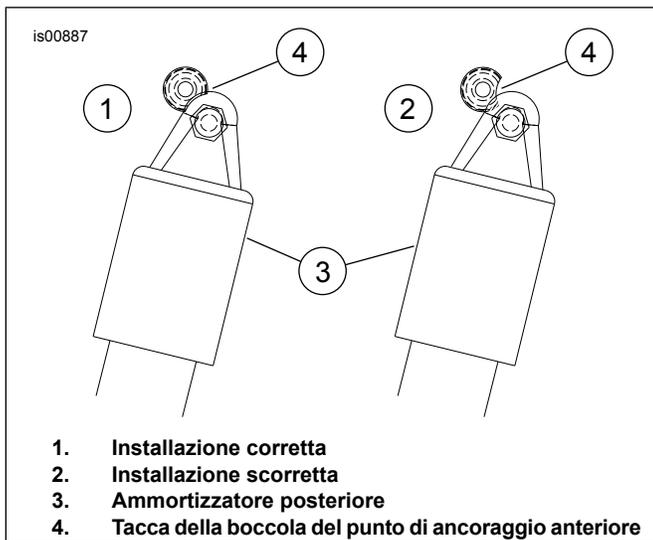

Figura 3. Posizione della tacca del punto di ancoraggio
5. Vedere la Figura 3. Far ruotare la tacca della boccola (4) sulla posizione "corretta" (1).